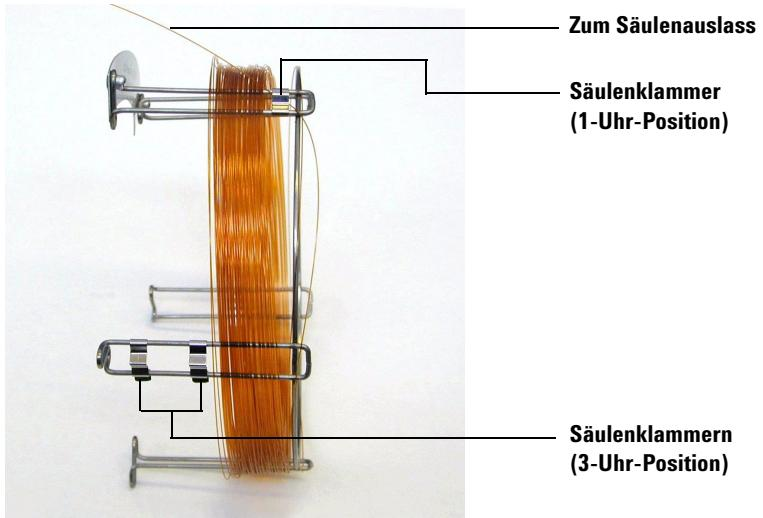

Abb. 5 Säule durch die 1-Uhr-Position geführt
- 4** Führen Sie die Auslassseite der Säule durch die Klammer an der 1-Uhr-Position, sodass der Säulenauslass in Richtung Vorderseite des Säulenkäfigs zeigt. Siehe Abb. 5.